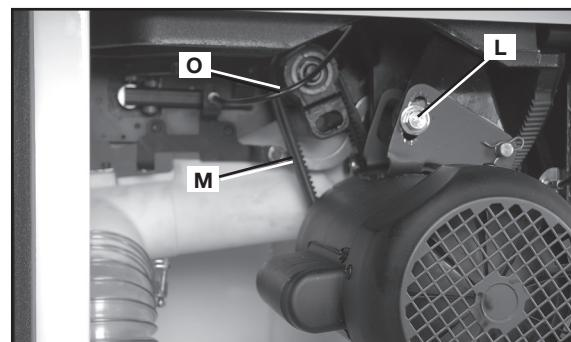

FIG. 87
3. Desserrer le boulon (L) fig. 87. Abaisser l'arbre de la scie pour détendre les courroies (M). Serrer le boulon (L).
5. Abaisser l'arbre de la scie à sa position précédente. Retirer la courroie d'entraînement (M) fig. 87 de les poulies.
7. Desserrer le boulon (L) fig. 87 et laisser le moteur reposer avec soin sur la courroie.
8. Une bonne tension de courroie s'obtient lorsque la déflection de la courroie, à la portée centrale des poulies, est de 6,4 mm (1/4 po) avec une légère pression du doigt. Serrer le boulon (L) fig. 87.
9. Assurez que le câble est orienté comme montré (O) à fig. 87.